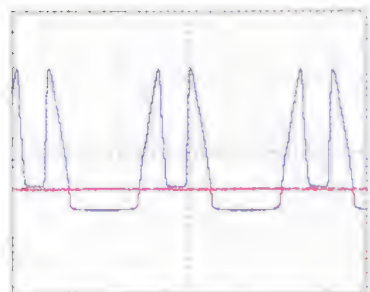
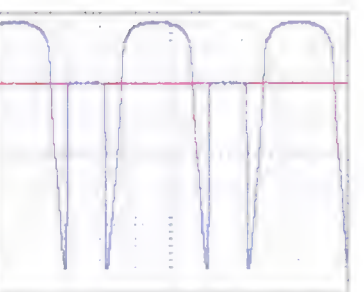
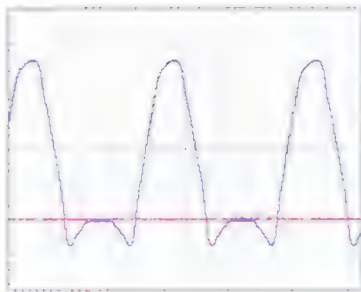

Рис. 8
Рис. 9
Рис. 10
**Рис. 8** — осциллограмма, полученная при проверке n-канального полевого транзистора IRFP064N. Он открывается и закрывается при напряжении затвор—исток 3,4 В, провалы при полностью открытом канале — до 0,05 В, падение напряжения на открытом защитном диоде — 0,6 В. На **рис. 9** изображена осциллограмма, полученная при проверке p-канального полевого транзистора КП785А, на **рис. 10** — того же транзистора в инверсном включении.